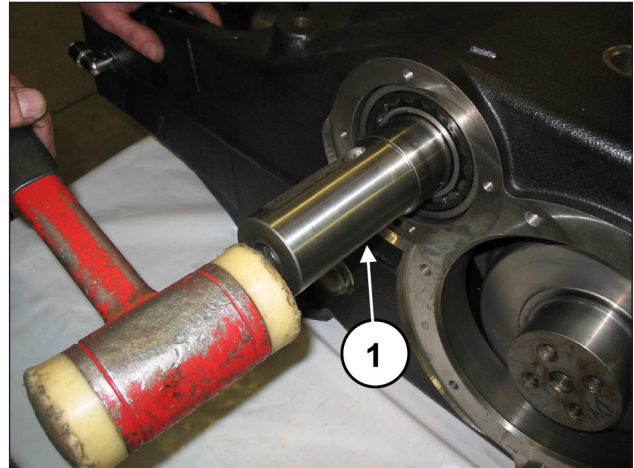
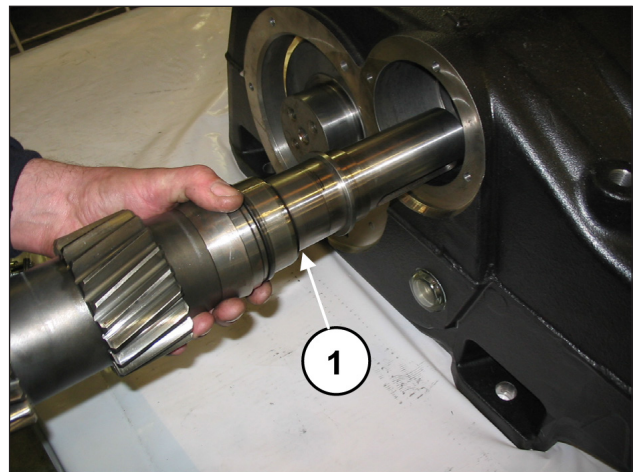

Abb. 31
Abb. 32
Mithilfe eines Werkzeugs mit Schlagwerk (Pos. ①, Abb. 31) ziehen Sie die Zapfwelle wahlweise von einer der beiden Seiten heraus (Pos. ①, Abb. 32).